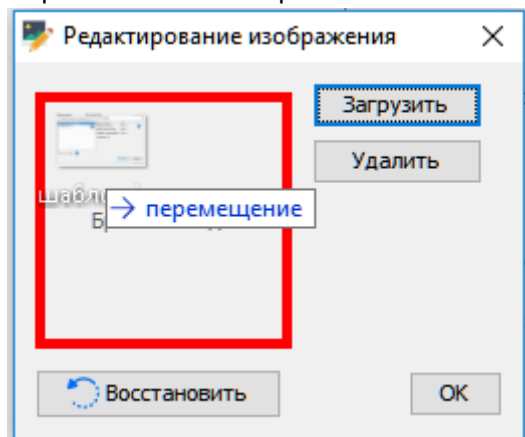

Рисунок 27
2. Перетаскивания изображения в окно изменения изображения (Рисунок 27)